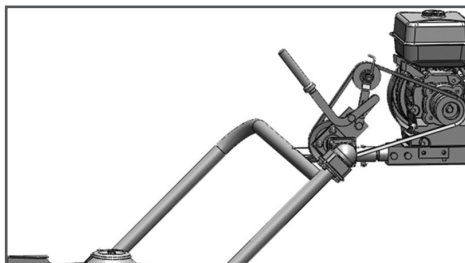

Рис. 7 Натяжение ремня
4. Натянуть ремень при помощи рычага натяжного устройства (Рис.7).